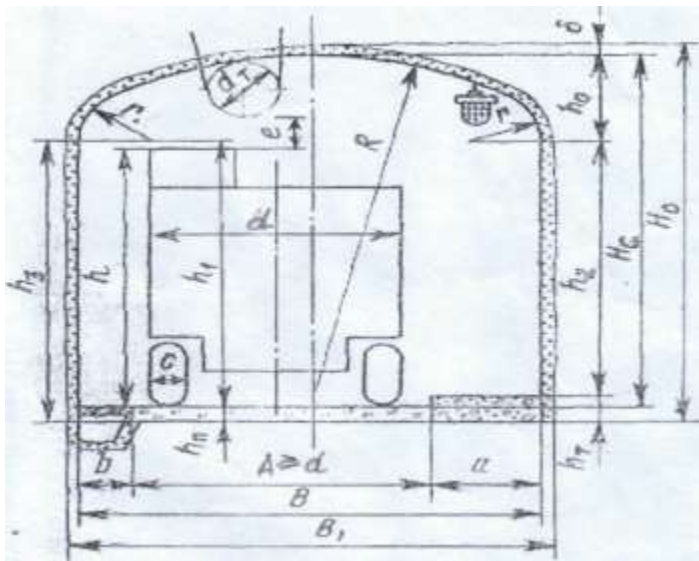

Рисунок 2 – Сечение транспортной выработки прямоугольно-сводчатой формы при безрельсовом транспорте с набрызг-бетонной крепью
Со стороны канавки бордюр не предусматриваем, тогда  $b = 600$  мм (см. рис. 2). Ширину проезжей части определяем по формуле (1)
Минимальная высота выработки по оси в свету должна быть (см. рис. 2) не менее
Минимальная высота по оси выработки в свету должна быть (см. рис. 2) не менее